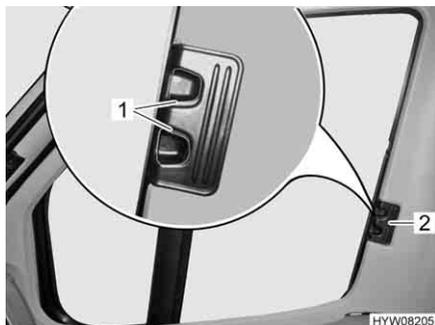

Fig. 77 Tendina oscurante pieghevole per il finestrino del conducente/passeggero
- Premere le maniglie di sbloccaggio (Fig. 77,1) e mantenerle premute.
- Con la levetta (Fig. 77,2) tirare le tendine oscuranti pieghevoli per il finestrino del guidatore e del passeggero verso l'altro lato della finestra e congiungerle alle strisce magnetiche.
- Inserire fino all'arresto le tendine oscuranti pieghevoli per il finestrino del guidatore e del passeggero per la maniglia (Fig. 77,2).
- Rilasciare le maniglie di sbloccaggio (Fig. 77,1) e mantenerle innestate.